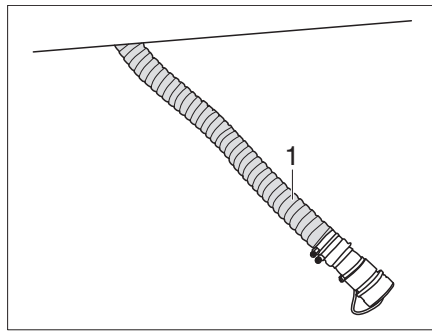

Bild 359 Kassette Zerhackertoilette entleeren
- Entleerungsschlauch (Bild 359,1) unter dem Fahrzeug aushängen und in die Entsorgungsstation leiten.
- Entleerungsschlauch (Bild 359,1) in der Entsorgungsstation lassen.
- Entleerungsschlauch (Bild 359,1) unter dem Fahrzeug verstauen.